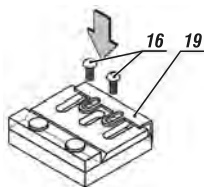

fig. 12 - fixação da lâmina na placa de ajuste
8. Coloque os parafusos (16) e fixe a placa de ajuste (19), conforme mostra a fig. 12.
9. Recoloque o conjunto da lâmina no tambor da máquina (20), coloque a proteção (17) e fixe com os parafusos (16) aperte-os com a chave (15), conforme fig. 12.
11. Gire o tambor da máquina (20) com a mão, certificando que as lâminas não estejam colidindo com nenhuma parte da máquina.